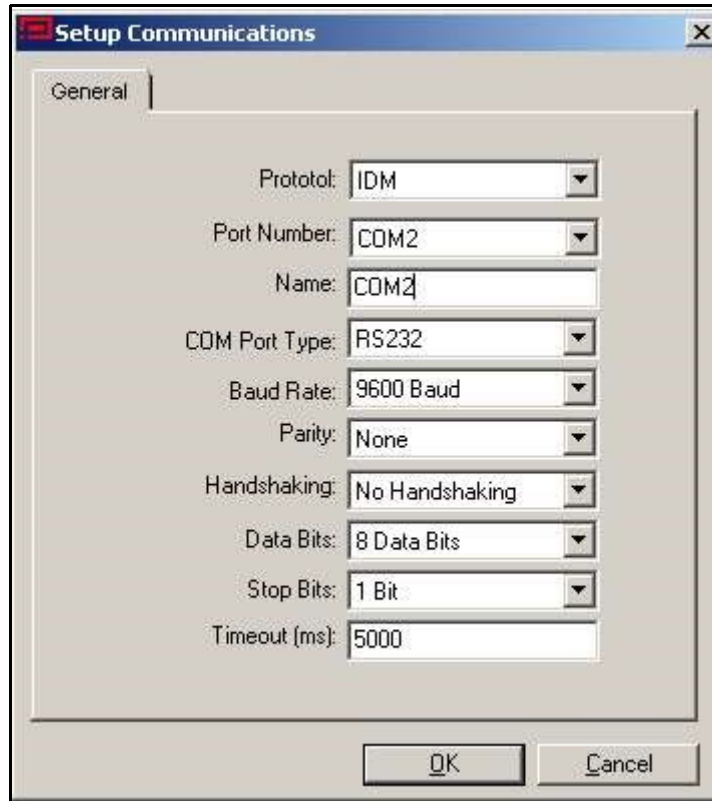

Figura 78: Tela Configuração de Comunicações
4. Clique na opção "Porta de Comunicações" para selecionar. A tela *Configuração de Comunicações* parece similar à *Figura 78* abaixo.